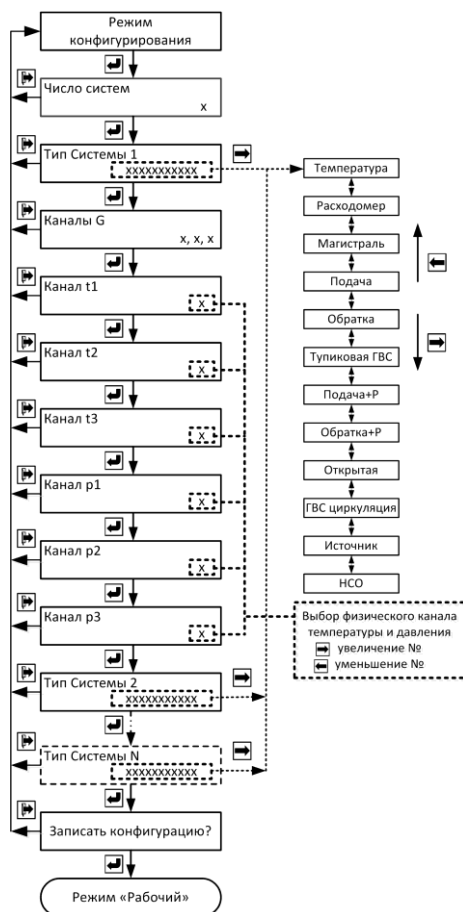

Рис. 9.1
9.2.2 Порядок перехода между окнами в «Режиме конфигурирования» изображён на рис. 9.1. Выбор количества систем и типа каждой системы осуществляется при помощи кнопок «вправо» или «влево», переход к следующей системе – кнопкой «вход». Выход из «Режима конфигурирования» без записи конфигурации – кнопкой «выход».